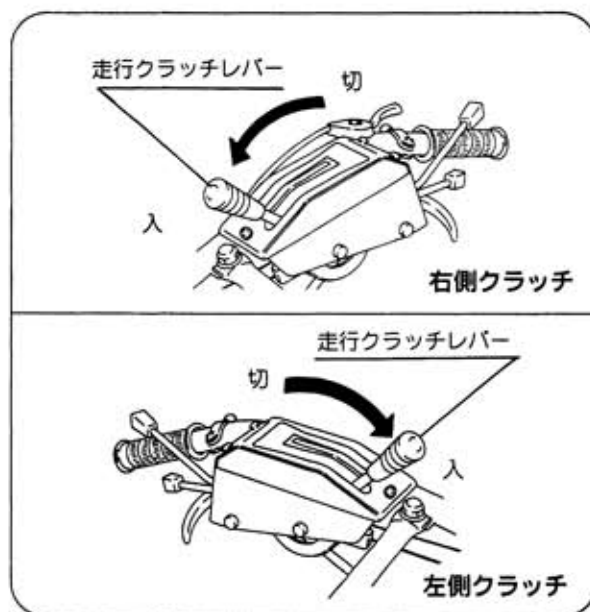

図31
- ② 本機（ティラー）の走行クラッチレバーを「入」位置にします。（図31）